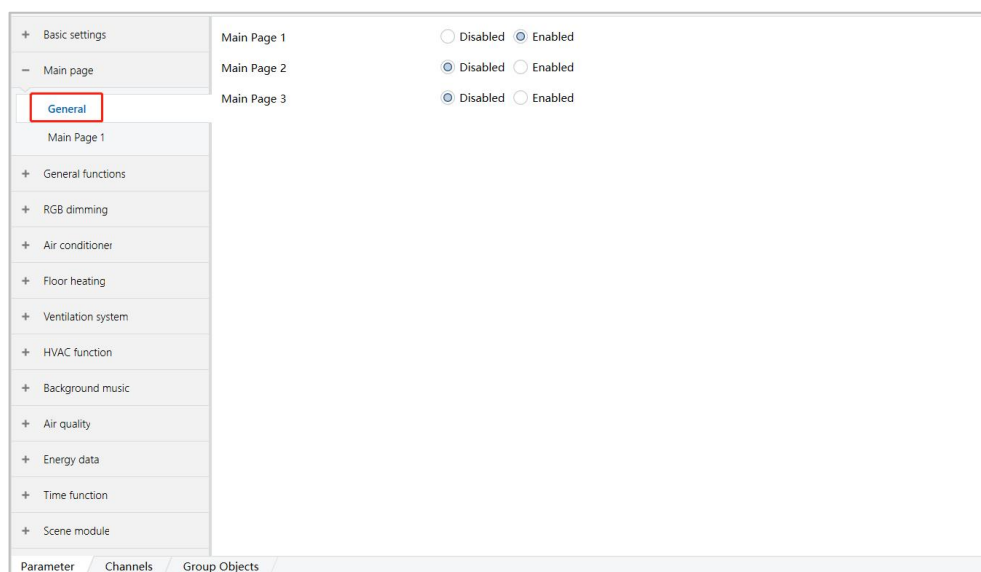

图 6.2.1
- (1) 单击上述红色方框内的选项，设置相关参数，如图 6.2.1 所示